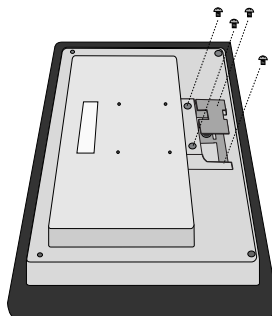

Figure R.2
4. Enlever les 4 vis qui fixent le moniteur au support et enlever la plaque métallique (Figure R.2).